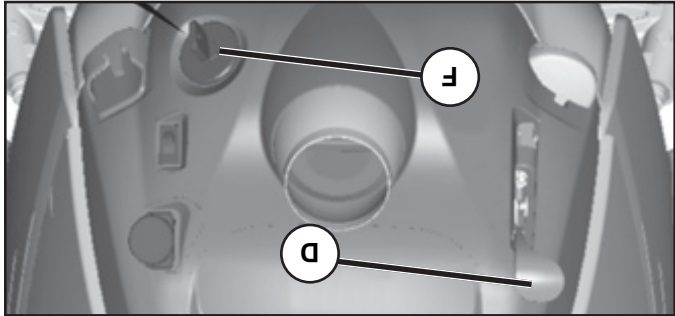

Fig. 6
- Gire la llave de ignición (F) a la posición de apagado "STOP" y remueva la llave al abandonar el tractor para evitar el uso no autorizado.
PARA USAR EL CONTROL DE LA ACCELERACIÓN (D) (Vea Fig. 6)